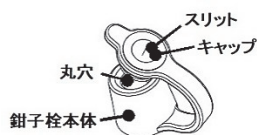

図 2
- (5) 挿入部の光沢消失や白線指標の変色、色あせがないこと。
- (6) 操作部：U/D と R/L の各アングル操作ノブ、U/D アングルロック、R/L アングルロックの作動のざらつき、がたつき、引っ掛かり、操作部を軽く振ったときに異音が生ずるなどの現象がないこと。
- (7) 先端レンズの脱落を防止するため、ビデオ内視鏡先端部のレンズにキズ、欠け、脱落、汚れ、レンズ周辺のすきま、レンズの異常な飛び出しなどがいないことを確認すること。
- (8) 送気/送水バルブの穴に異物が入っていないことを確認すること。また、チャンネル内に洗浄ブラシ片等の異物が遺残していないか確認すること。
- (9) 鉗子栓のキャップのスリットまたは鉗子栓本体の丸穴に裂け、ひび割れ、変形、変色などの異常がないことを目視で確認すること(図2 参照)。